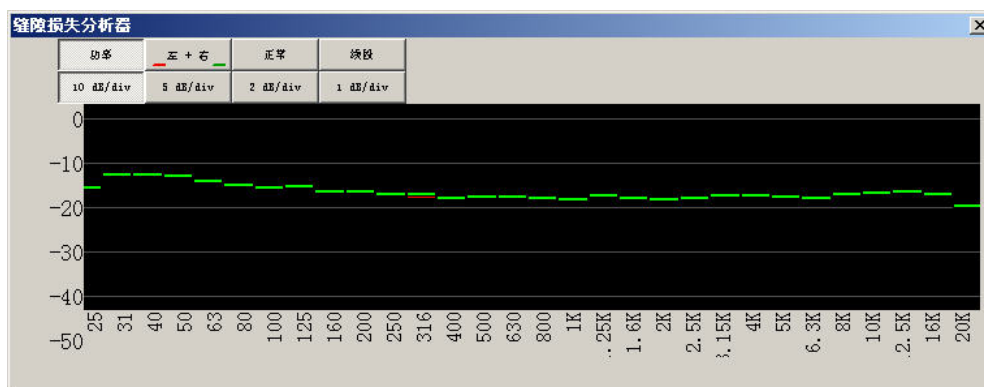

图 10. 隙缝损失分析器，显示相对平坦图案的放大视图（条形图）。
8. 移动隙缝 EQ 滑块以调节均衡器，直到获得与以上（图 10）类似的响应曲线，也即图形从左至右相对“平坦”，在图形的右手端没有很明显的向上或向下倾斜。